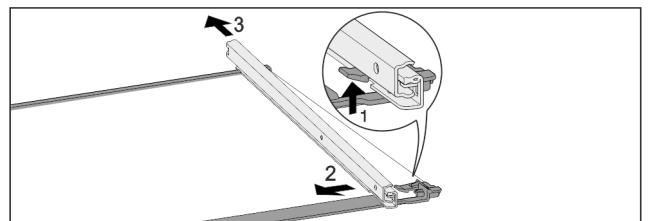

Fig. 52 Placa de vidrio con guías
- ▶ Presione hacia arriba el gancho de retención delantero. Fig. 52 (1)
- ▶ Retire la guía extraíble hacia un lado Fig. 52 (2) y hacia atrás Fig. 52 (3).